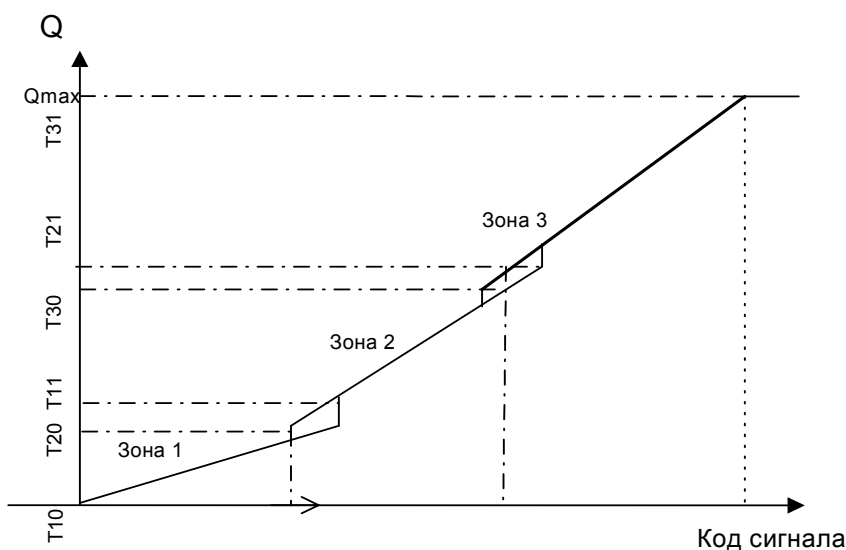

Рисунок 1 Кусочно-линейная аппроксимация расхода
5. Диапазон работы по расходу определяется следующими условиями (см. Рисунок 1 Кусочно-линейная аппроксимация расхода):